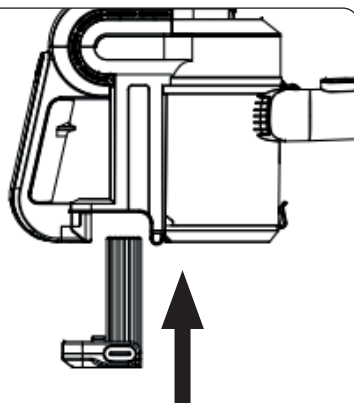

Fig.3
- Acoplar el tubo a la entrada aire del aspirador y la zapata al final del tubo de extensión (C).
- Para desacoplar el tubo de extensión del aspirador, presione botón de liberación de los accesorios (H) y estire hacia fuera. (Fig.3).